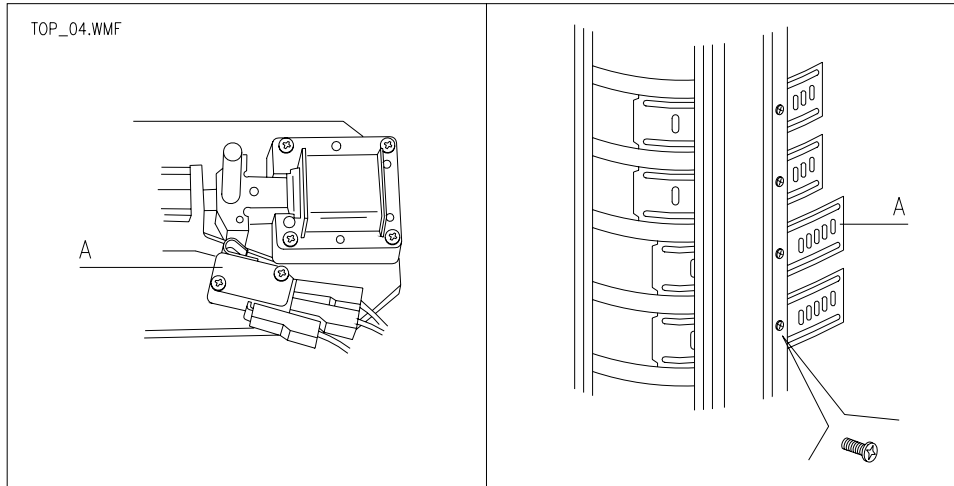

FIG. 5
- 1) L'électro-aimant est excité, déclenche le petit piston et ouvre le micro A Fig. 5 en débloquent le plateau.
10. Placer, sur la base des espaces créés, les plaques coulissantes comme décrit précédemment dans le paragraphe "COMPARTIMENTS PLATEAUX DE SELECTION" et schématisé en FIG. 5 Réf. A.